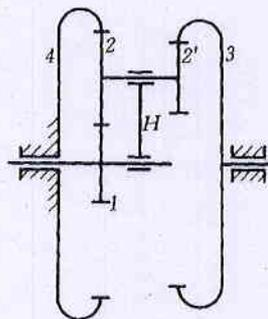

图 2 (题二、2 图)
2. (20 分) 如图 2 所示轮系中，已知各齿轮齿数为  $z_1=18$ ， $z_2=30$ ， $z_2'=25$ ， $z_3=78$ ， $z_4=73$ ，试求传动比  $i_{13}$ ，并说明二者的转动方向是否相同。